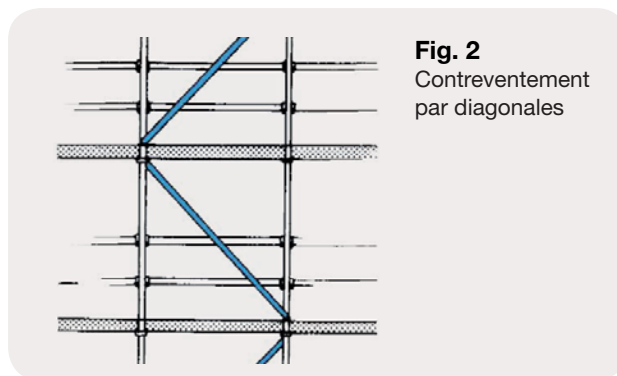

Fig. 2
- être entretoisés et contreventés (**Fig. 2 et 3**) ;